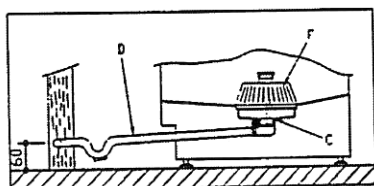

Рис. 6
- Закрепите сливной шланг, как показано на рис. 6.